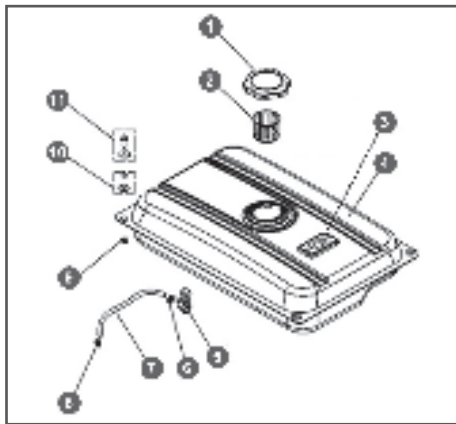

Рис. 22 Конструкция топливного бака
Открутите крышку 1 топливного бака 4 и извлеките сетчатый пластмассовый фильтр 2, расположенный под крышкой топливного бака (Рис. 22).
2. Снимите хомут 6 крепления и отсоедините топливный шланг 7 от топливного крана 5 (Рис. 22).
3. Выкрутите топливный кран из топливного бака 4 (Рис. 22).
- Сборку и установку топливного крана и топливного бака произведите в обратной последовательности (Рис. 22).